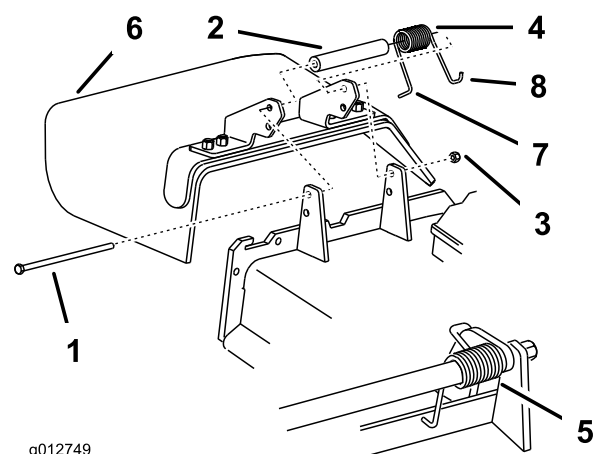

Figure 89
**Remarque:** Prenez soin de placer l'extrémité en **L** du ressort derrière le bord du tablier avant de mettre le boulon en place, comme indiqué à la Figure 89.
- Remettez le boulon et l'écrou. Accrochez l'extrémité en **J** du ressort au déflecteur d'herbe (Figure 89).
- Retirez le contre-écrou, le boulon, le ressort et l'entretoise qui fixent le déflecteur aux supports de pivot (Figure 89). Enlevez le déflecteur s'il est endommagé ou usé.